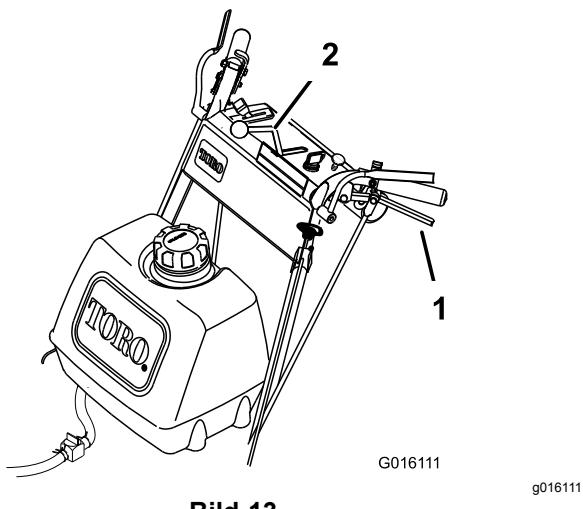

Bild 13
4. Lassen Sie die Antriebshebel langsam los, um vorwärtzufahren (Bild 13).
Lassen Sie beide Hebel gleichmäßig los, um geradeaus zu fahren (Bild 13).
Bewegen Sie zum Wenden den Antriebshebel auf der Seite und Richtung, in die Sie lenken möchten (Bild 13).
Drücken Sie die Antriebshebel langsam gegen den Griff, um rückwärts zu fahren (Bild 13).